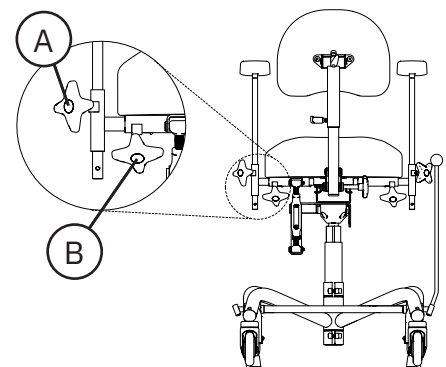

Abb. 5.34. Armlehnenmechanismus 9500.
Der Armlehnenmechanismus 9500 ist in Höhe (A) und Breite (B) verstellbar, siehe Abb. 5.34.